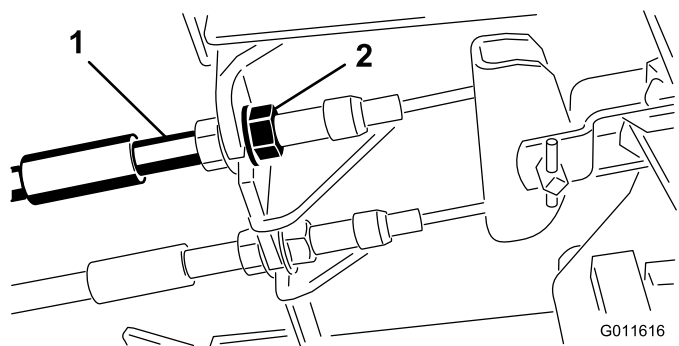

图61
1. 要缩短刹车踏板的自由行程可以通过松开刹车拉线螺母端的前螺母紧固刹车图61。